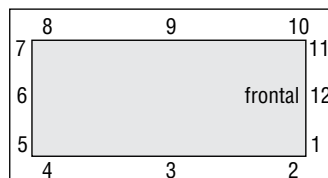

Figura 12
4.1.1. Cambiar la dirección de los sensores (consulte la figura 12)
La dirección del sensor hace referencia a la posición del mismo (o el par principal/secundario) en el vehículo. Como guía, las posiciones corresponden con los ajustes que se muestran en la figura 12.
4.1.1.1. Conectar los cables del interruptor (consulte la figura 12)